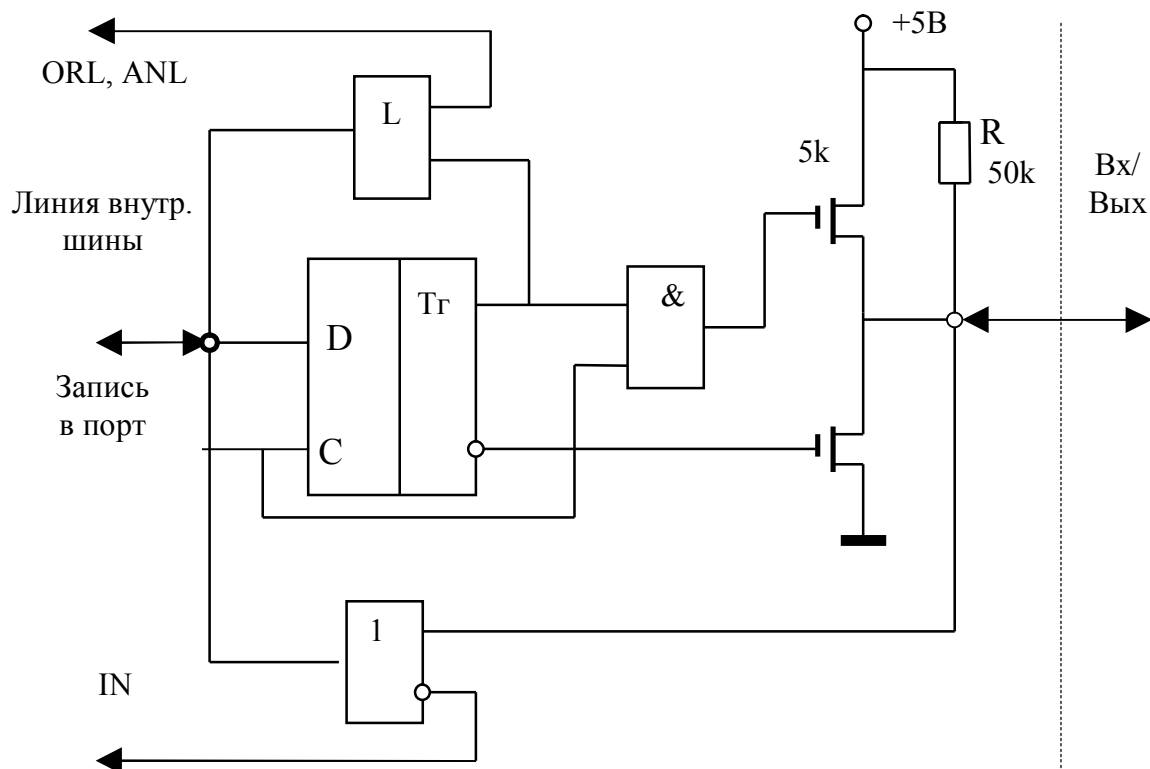

Рис.5.4. Структура разряда квазидвунаправленного порта
**Порт P0 (DB)** снабжен двунаправленным буфером и предназначен для связи с внешней памятью. Через DB в сопровождении stroba ALE выдается 8-разрядный адрес внешней памяти данных или младший байт адреса памяти программ. Кроме того, через DB принимаются команды (в сопровождении stroba PМЕ\ ) или принимаются и выдаются данные (по stroбам RD\ и WR\ соответственно. При отсутствии внешней памяти P0 можно использовать для связи с ВУ.
**Порты P1 и P2** так же содержат 8-разрядные регистры, предназначенные для фиксации выводимой информации (или маски для вводимой). Однако, порты не имеют двунаправленных буферных схем, поэтому для приема байта через P1 (P2) необходимо предварительно записать в регистр порта константу FFh, иначе разряды регистра, хранящие "0", передадут L-уровень на линии внутренней шины и в этих разрядах будут считаны лог."0" независимо от состояния входных линий. На Рис.5.4 представлена схема одного разряда квазидвунаправленного порта.
Блок LB на Рис.5.4 реализует логические операции над содержимым регистра порта и входным словом.